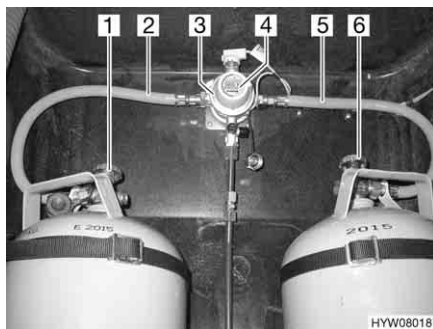
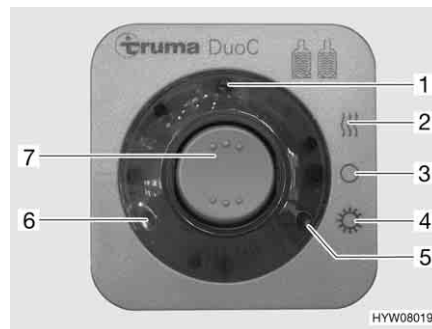

Fig. 69 Impianto di commutazione DuoControl
Fig. 70 Centralina di controllo
L'impianto di commutazione DuoControl è costituito da una valvola di commutazione (Fig. 69,3) e da una centralina di controllo (Fig. 70). La valvola di commutazione è installata tra i tubi del gas (Fig. 69,2 e 5). Con la manopola (Fig. 69,4) sulla valvola di commutazione è possibile stabilire, quale delle bombole del gas viene utilizzata come bombola in uso e quale bombola del gas viene utilizzata come bombola di riserva.
Sulla centralina di controllo (Fig. 70) possono venire azionate solo le funzioni elettriche. Le valvole principali di arresto delle bombole del gas (Fig. 69,1 e 6) devono essere aperti manualmente.
La valvola di commutazione garantisce una pressione del gas costante, indipendentemente da quale bombola provenga l'alimentazione del gas. Le due spie di controllo sulla centralina di controllo indicano il livello di riempimento della bombola in uso. Se è accesa la spia di controllo verde (Fig. 70,6), la bombola in uso è piena. Se è accesa la spia di controllo rossa (Fig. 70,5), la bombola in uso è vuota. Il rifornimento di gas avviene poi tramite la bombola di riserva.
- Aprire le valvole principali di arresto delle bombole del gas (Fig. 69,1 e 6).
- Con la manopola (Fig. 69,4) sulla valvola di commutazione (Fig. 69,3) selezionare la bombola del gas, da cui proviene la principale alimentazione del gas (bombola in uso).
- Sulla centralina di controllo (Fig. 70) attivare l'impianto di commutazione DuoControl.
Posizionare l'interruttore a bilico (Fig. 70,7) su funzionamento invernale "On e riscaldamento" (Fig. 70,2) oppure su funzionamento estivo "On" (Fig. 70,4). La valvola di commutazione è ora disareata. La spia di controllo gialla (Fig. 70,1) è accesa, se si seleziona la modalità di funzionamento invernale e l'impianto antighiaccio con regolatore è attivato.
- Portare l'interruttore a bilico (Fig. 70,7) in posizione "O" (Fig. 70,3). La spia gialla di controllo (Fig. 70,1) si spegne.
- Chiudere le valvole principali di arresto delle bombole del gas (Fig. 69,1 e 6).
Le spie di controllo sulla centralina di controllo (Fig. 70,5 e 6) segnalano all'interno del veicolo, se la bombola in uso è pronta al funzionamento.
Se la spia di controllo verde (Fig. 70,6) si spegne durante il funzionamento e la spia di controllo rossa (Fig. 70,5) si accende, significa che la bombola del gas selezionata come bombola in uso è vuota e deve essere sostituita. La bombola di riserva continua ad alimentare le utenze a gas.